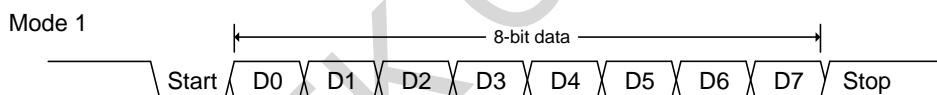

图 18-1. 模式 1 数据帧
- **模式 1:** 10 位通过 TXD0 传送或通过 RXD0 接收，数据帧包括一个起始位(0)，8 个数据位(低位优先)，和一个停止位(1)，如图 18-1 所示。在接收时，停止位进入到专用寄存器（S0CON）的 RB80。波特率是可变的。
使用 S0BUF 作为目的寄存器的任何指令来启动传输。“写到 S0BUF”的信号请求 UART0 引擎开始发送，当收到一个发送请求后，UART0 将在 TX 时钟的上升沿开始发送。S0BUF 中的数据从 TXD0 引脚串行输出，数据帧如图 18-1 所示及数据宽度根据 TX 时钟不同而不同。当 8 位数据发送完后，硬件将置位 TI0 表示发送结束，并且它的中断向量可以由 BTI 和 UTIE 切换到系统标志中断。